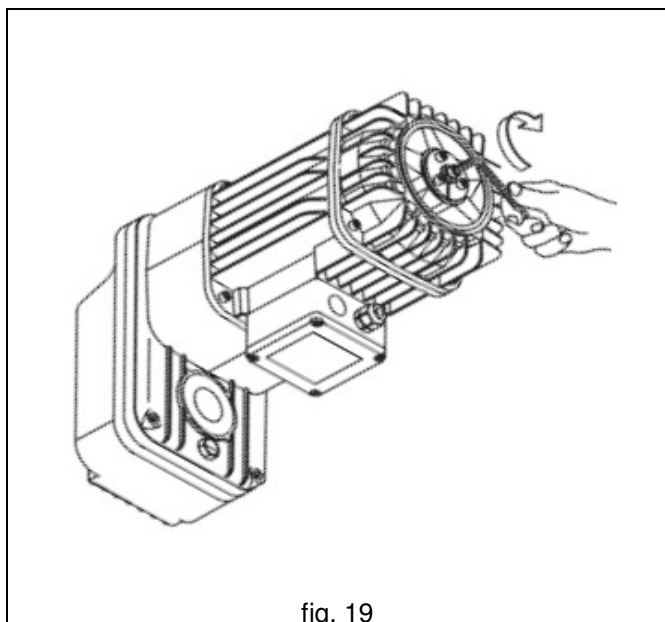

fig. 19
2. Volver a colocar el tornillo central de “cabeza cóncava hexagonal” (con las arandelas deseadas) y apretarlo bien (fig. 19);